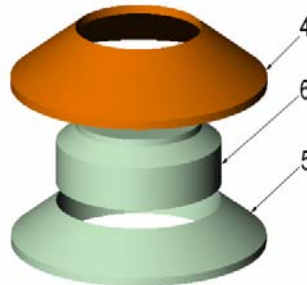

Figure 2 : Unité douille-pastille - Vue éclatée
1.3 Faites glisser la pastille interne (élément n° 6) dans la pastille externe (élément n° 5). Voir Figure 2.
1.4 Placez la douille (élément n° 4) sur les cartouches de l'outil de coupe. Voir Figure 2.